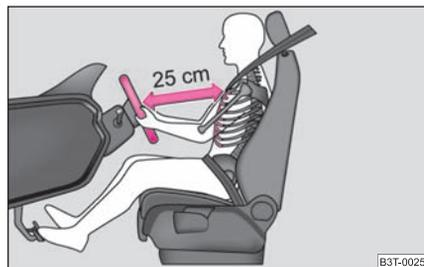

Fig. 111 La distance correcte entre le conducteur et le volant
- Ajustez le volant de façon que l'écart entre le volant et le buste soit de 25 cm au moins ⇒ page 108, fig. 111.
- **Le conducteur doit être au minimum à 25 cm du volant ⇒ page 108, fig. 111. Les airbags ne peuvent pas vous protéger si vous en êtes plus près - danger mortel!**